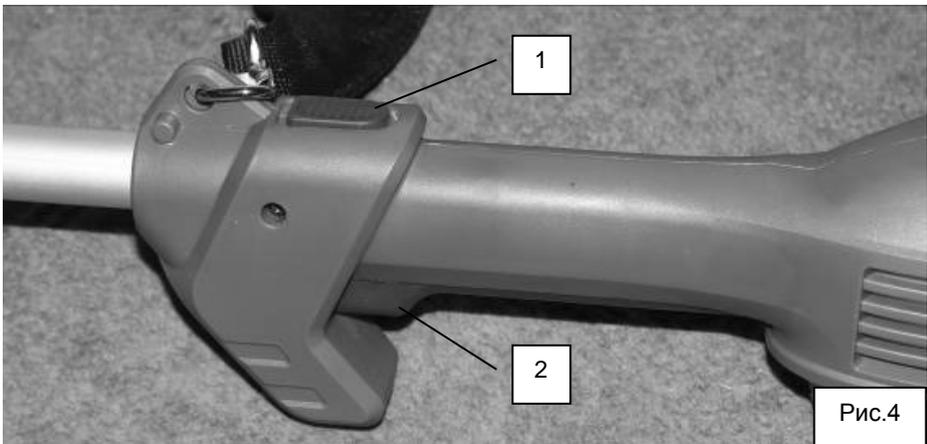

Рис.4
- Для включения инструмента нажмите предохранительную кнопку (1, Рис.4), затем нажмите на курок выключателя (2, Рис.4) и держите курок в нажатом состоянии, отпустив предохранительную кнопку.
- Для выключения инструмента отпустите курок (2, Рис.4).